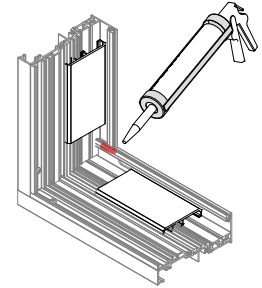

FIG. 6
- Avant de placer le volet dans l'ouverture, appliquer une touche de scellant sur le joint tubulaire extérieur dans chaque coin. **Voir FIG. 6**